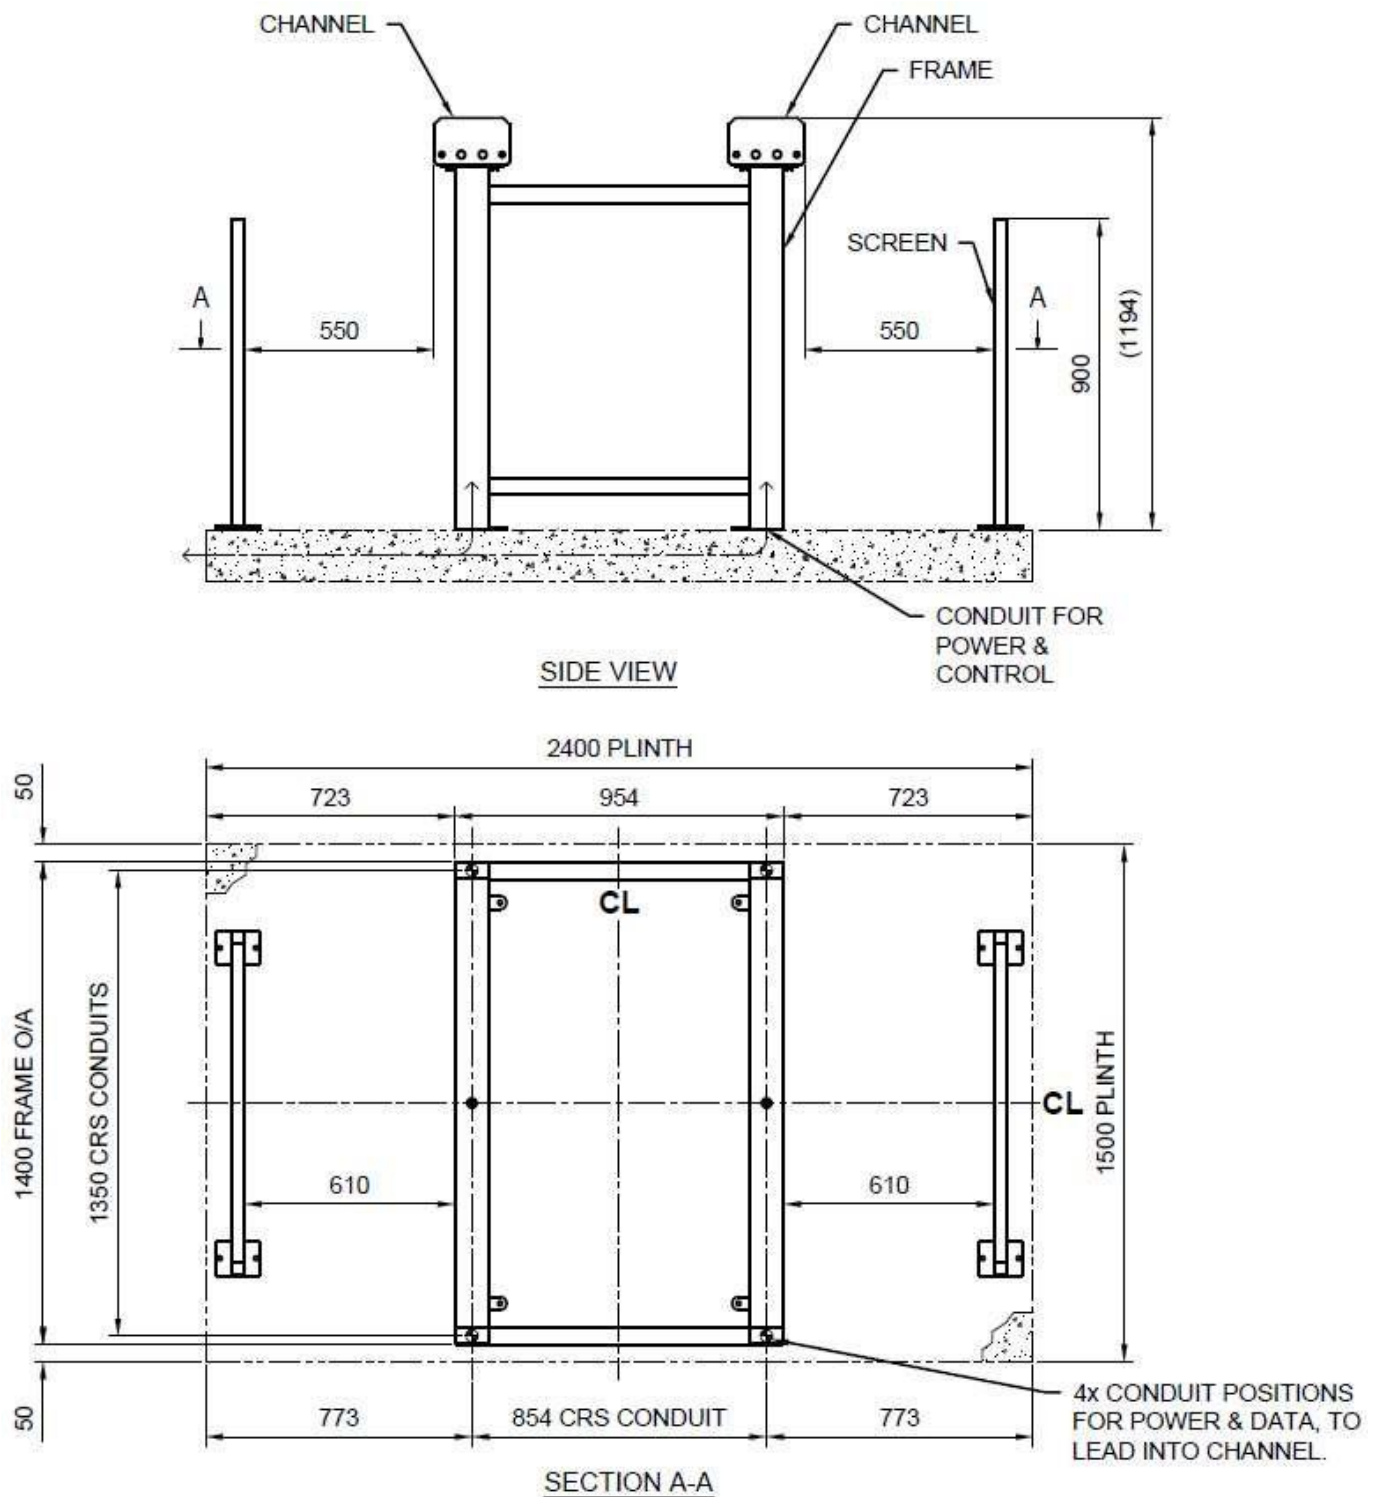

Abbildung 16: Sockel des Doppelten Drehkreuzes
- 5.6 Platzieren Sie den Rahmen wie in **Abbildung 16: Sockel des Doppelten Drehkreuzes** gezeigt, wobei sich das Rahmencenter auf dem Sockel befindet. Befestigen Sie den Rahmen und den Kamm mit den **4 Befestigungslöchern**.
- 5.8 Platzieren Sie die Schutzgitter **610 mm** von den senkrechten Streben des Rahmens entfernt. Die Schutzgitter befinden sich **550 mm** vom Ende der oberen Kanäle entfernt. Befestigen Sie die Schutzgitter mit Schrauben. Siehe **Abbildung 16: Sockel des Doppelten Drehkreuzes**
- **Spezifikation für Doppeltes Drehkreuz:** 1500 mm lang x 2400 mm breit x 125 mm tief, Beton mit 15 MPa Festigkeit. (Siehe **Abbildung 16: Sockel des Doppelten Drehkreuzes**)